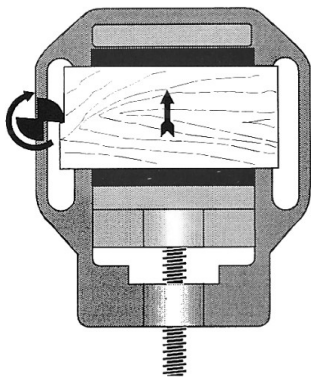

Fig. 18
2. Vorschub beim Abfräsen von Kanten (Fig. 18).
2. Feed when milling edges (Fig. 18).
2. Avance pour le fraisage des côtés de la pièce (fig. 18).
2. Avanzamento nella smussatura con fresa (fig. 18).